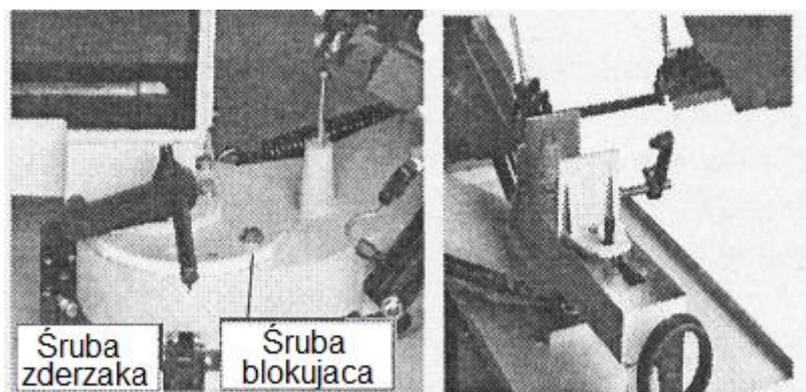

Рис. 8
3. Ослабьте установочный винт, удерживающий поворотный стол, и поверните стопорный винт. Рис. 8